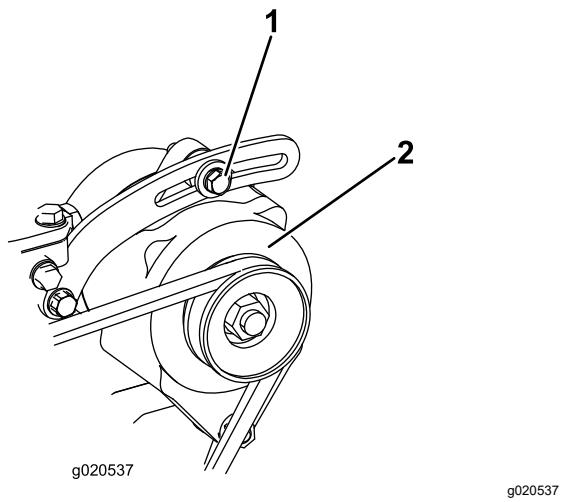

Рисунок 66
- Если прогиб не равен 10 мм, ослабьте болты крепления генератора (Рисунок 66).